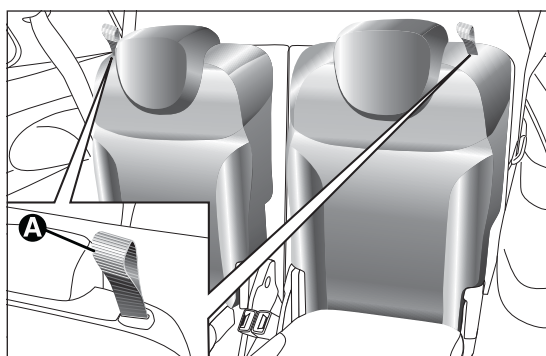

Abb. 8
- Die Schlaufe A Abb. 8 nach oben ziehen, um die Rückenlehne des linken oder rechten Sitzes umzuklappen. Die Rückenlehne wird automatisch nach vorne geklappt. Falls erforderlich, die Rückenlehne im ersten Teil des Kippvorgangs begleiten.